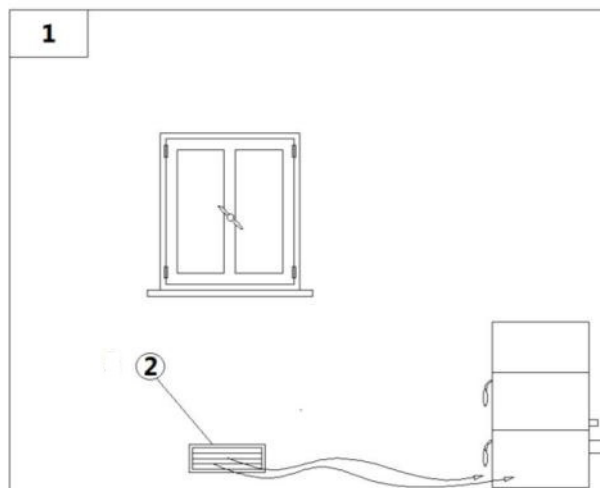

Fig. 6 - Directe luchthoevoer
LEGENDA Fig. 6 op pag. 43
- De luchttoevoer tussen de buitenlucht en het vertrek kan zowel direct plaatsvinden, via een opening in de buitenmuur van het vertrek (zie **Fig. 6 op pag. 43**).